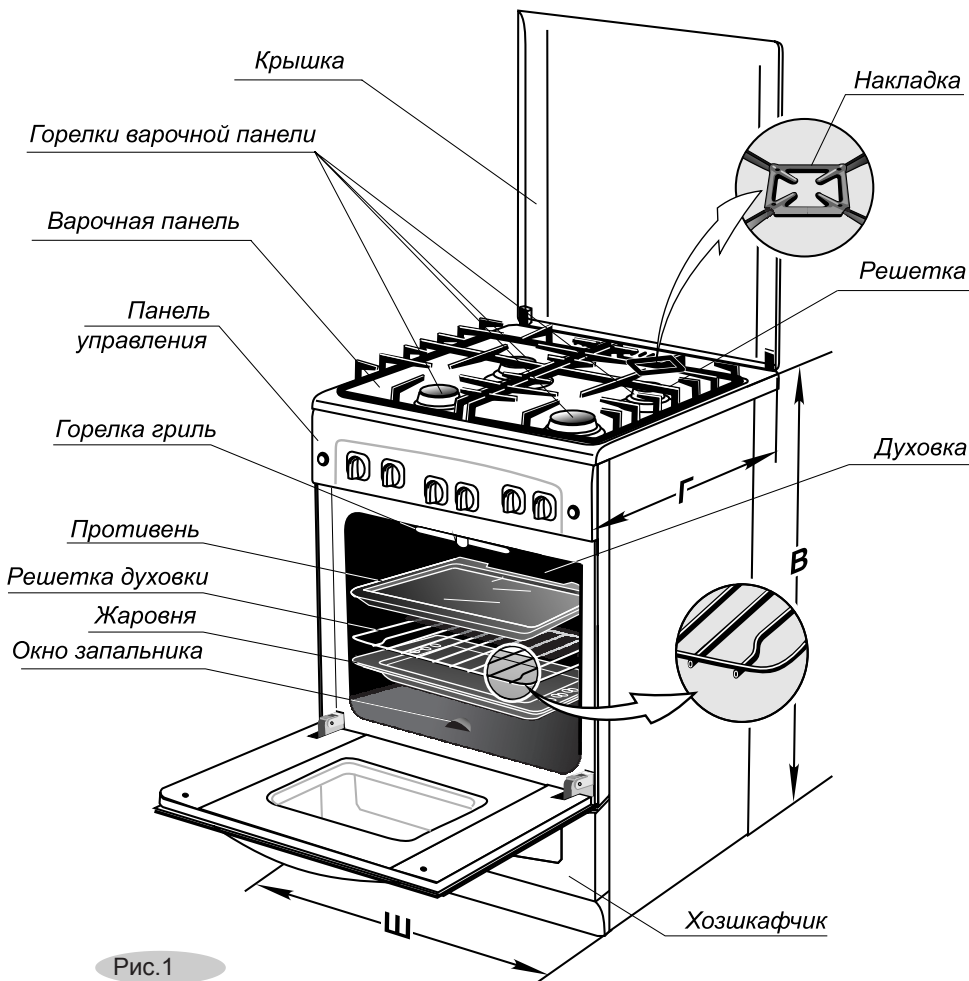

Рис.1
- (см. рис. 1) для плит мод.ряда 6100, 6300, 6500, 6700(с ножками) - 600x600x850